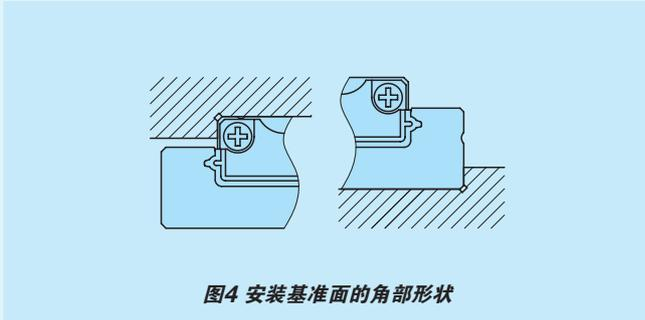

图4 安装基准面的角部形状
如图4所示，对方一侧安装基准面的角部形状推荐设置清角槽。表13所示为对方一侧安装基准面的肩高和角部圆弧半径推荐值。
注(1) 大小尺寸为25、30的系列应设置图4所示的清角槽。